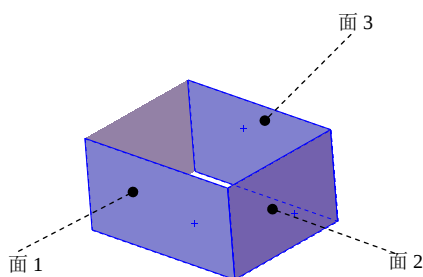

图 5.8.12 定义圆角面
Step4. 定义圆角面。在“圆角”对话框的 **圆角项目(I)** 区域中单击  列表框，选取图 5.8.12 所示的面 1 为边侧面组 1；在“圆角”对话框的 **圆角项目(I)** 区域中单击  列表框，
选取图 5.8.12 所示的面 2 为中央面组；在“圆角”对话框的 **圆角项目(I)** 区域中单击  列表框，选取图 5.8.12 所示的面 3 为边侧面组 2；在对话框中单击  按钮，完成完整圆角的创建。